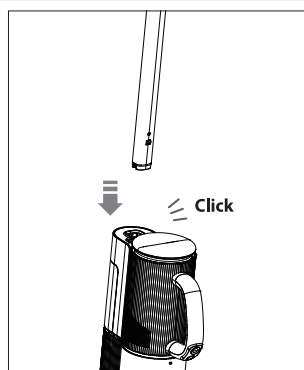

Fig. 5 – Montaggio dell'impugnatura
- ▶ Spingere l'impugnatura fino a battuta nel corpo dell'apparecchio finché non si inserisce in posizione con un clic. L'impugnatura deve essere saldamente inserita nell'apparecchio (vedere Fig. 5).